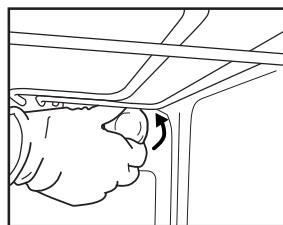
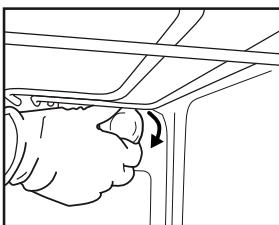

Fig. 6
Fig. 7
2. Skru løs lampedekslet (Fig. 6) og skift ut påren (se type i anmerkning) og skru deretter til lampedekslet igjen (Fig. 7).